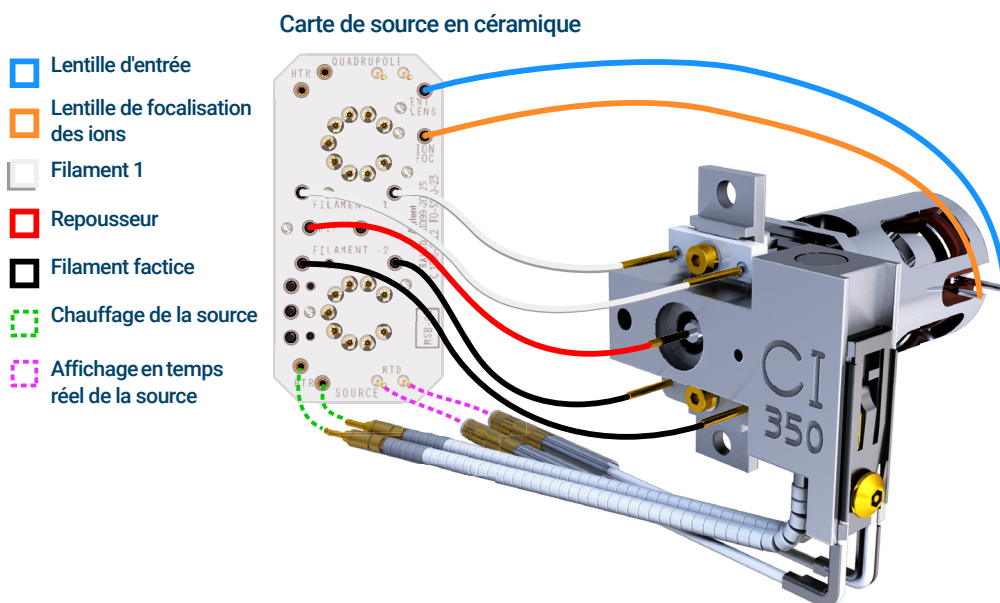

Figure 74. Câblage reliant la CSB et la source CI
- 1 Utiliser des brucelles ou des pinces pour brancher ou débrancher les fils de la carte en céramique au niveau des connecteurs de la source. (Voir **Figure 74**.)